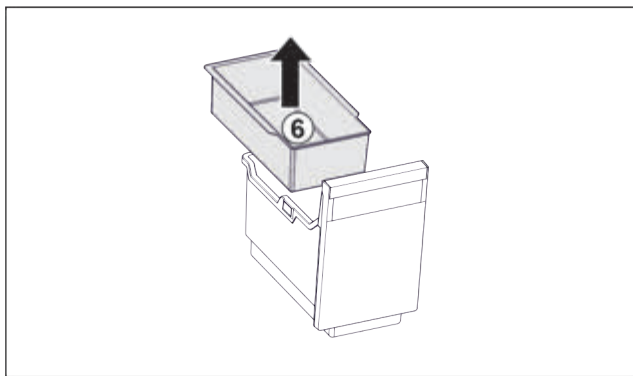

Fig. 90
- ▶ Вийняти підвісний лоток Fig. 90 (6).